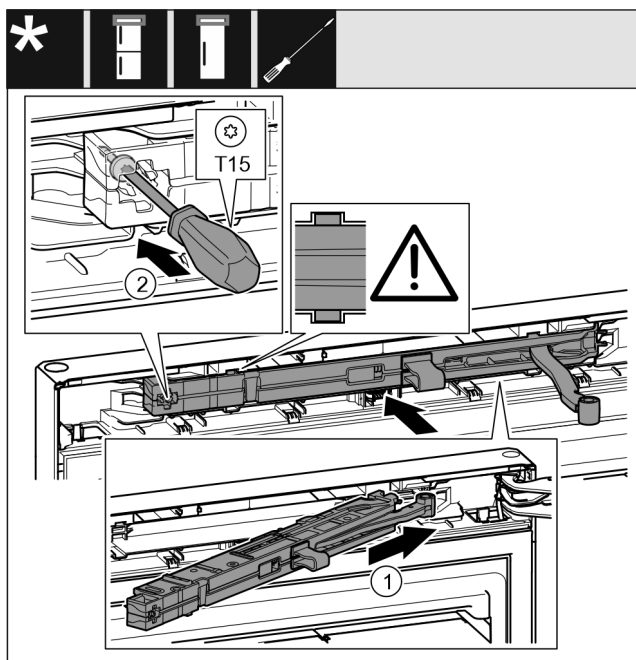

Fig. 25
- ▶ Jednotku tlumiče zavírání na straně stojanu ložiska zasuňte až na doraz šikmo do vybrání. Fig. 25 (1)
- ▶ Šroubovákem T15 pevně utáhněte šroub. Fig. 25 (2)